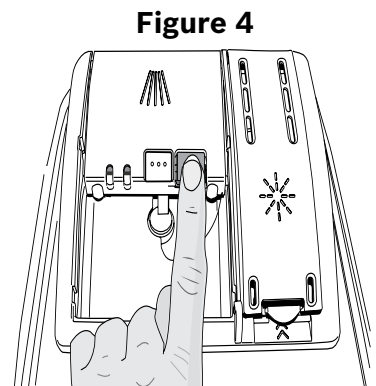

Figure 4
- Pour ouvrir le couvercle, appuyez sur le bouton comme illustré à la **Figure 4**.